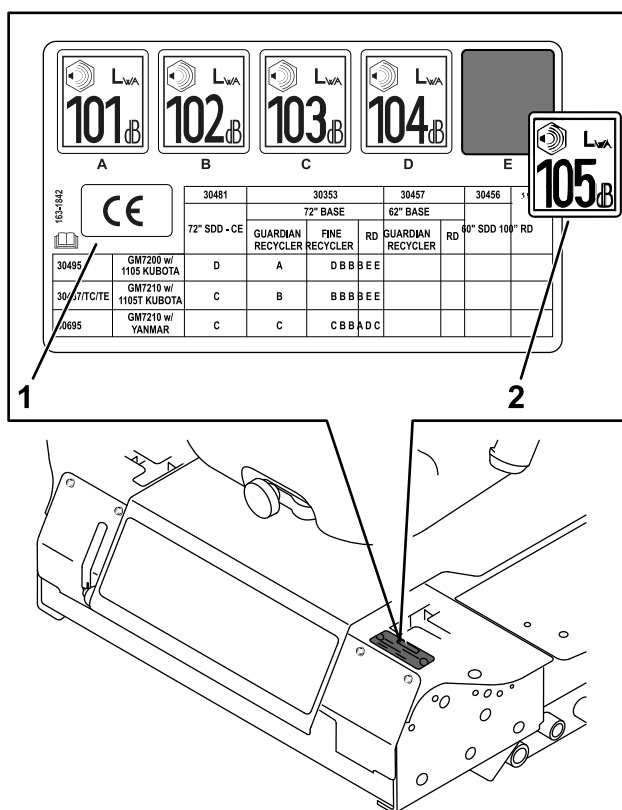

Figure 12
- Nettoyez soigneusement l'autocollant réglementaire et la surface autour du levier de commande de déplacement gauche où vous allez apposer les autocollants de niveau sonore et de conformité CE (Figure 12).
- Découpez la pellicule protectrice au dos de la partie puissance acoustique de l'autocollant, apposez-le par dessus l'autocollant réglementaire existant près du levier de commande de déplacement gauche, comme montré à la Figure 12, puis passez une raclette sur la surface de l'autocollant en partant du centre vers les bords et en empiétant légèrement à chaque passage pour éliminer les bulles d'air.
- Découpez la pellicule protectrice au dos de la partie « Conformité CE » de l'autocollant de niveau sonore (réf. 163-1842) (Figure 12), apposez-le sur une surface libre près de l'autocollant réglementaire, puis